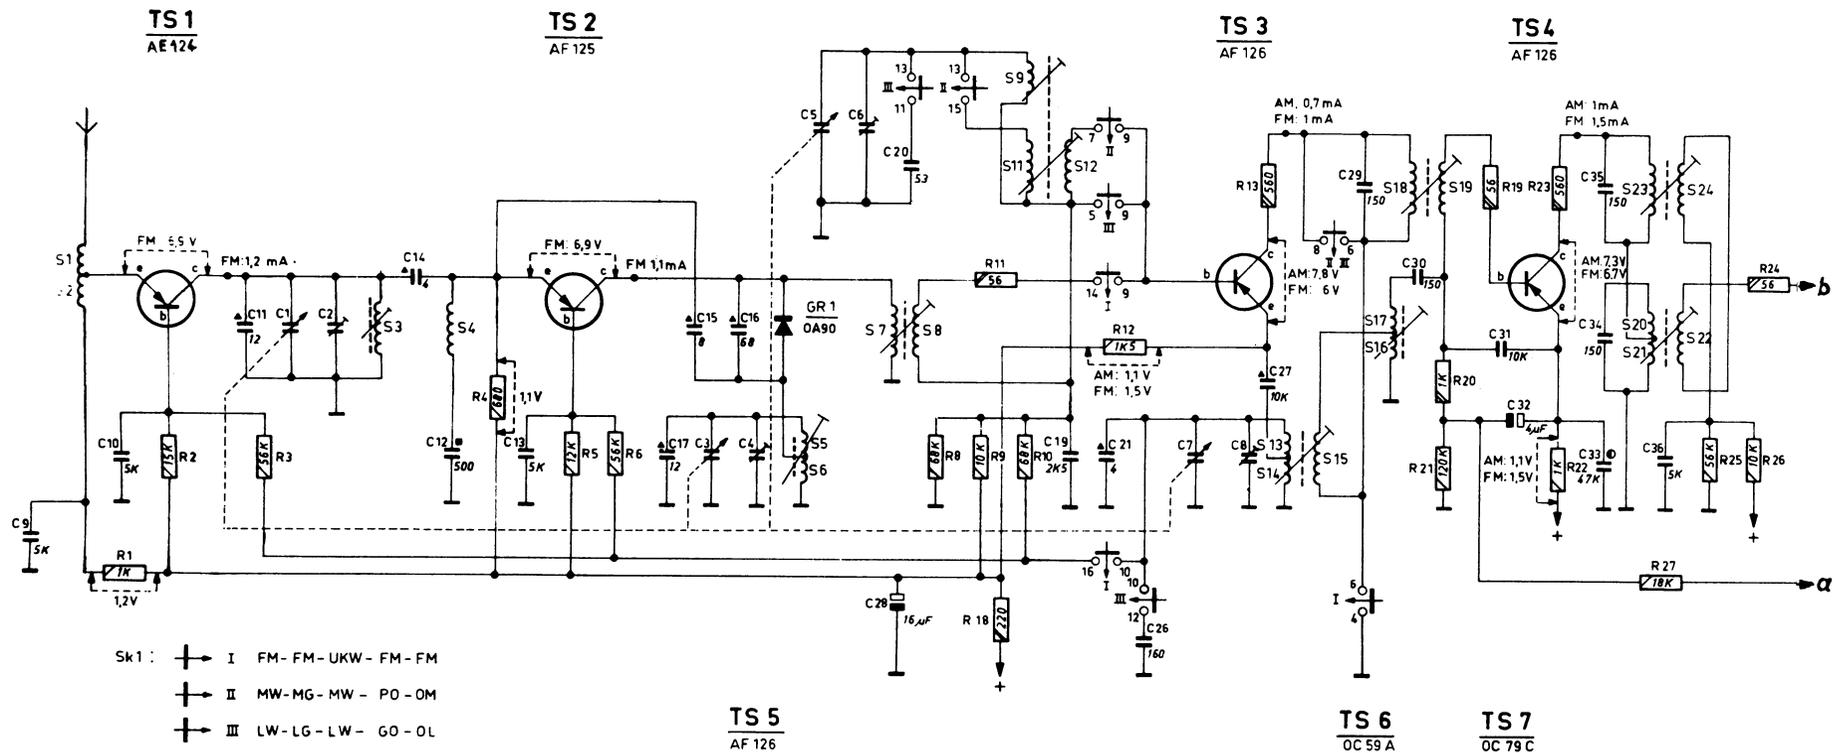

Fig. 13.03 Prinzipschema
2. Philips-Taschenempfänger, Nanette, Fig.13.03, Seite 55